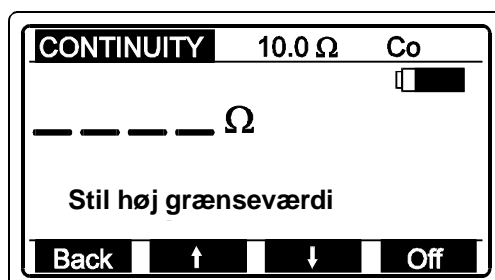

Fig. 15. Menu for "Stil høj grænseværdi"
- ◆ Tryk på **Hlim** (F1) knap for at komme til "Stil høj grænseværdi", se fig. 15: